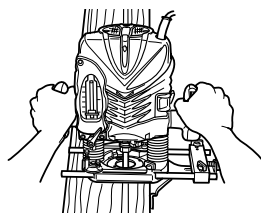

Fig. 15
- ① Insérer la barre de guidage dans l'orifice du support de barre, puis serrer légèrement les 2 boulons à ailettes (B) sur le dessus du support de barre.
- ② Insérer la barre de guidage dans l'orifice du socle, puis serrer à fond le boulon à ailettes (A) (accessoires standard).
- ③ Effectuer les réglages fins de la dimension entre la mèche et la surface du guide, puis serrer à fond les deux boulons à ailettes (B) sur le dessus du support de barre, et le boulon à ailettes (C) de fixation du guide droit.
- ④ Comme indiqué sur la Fig. 15, fixer solidement le fond du socle sur la surface traitée du matériau. Faire avancer la détoureuse tout en maintenant le plan du guide sur la surface du matériau.